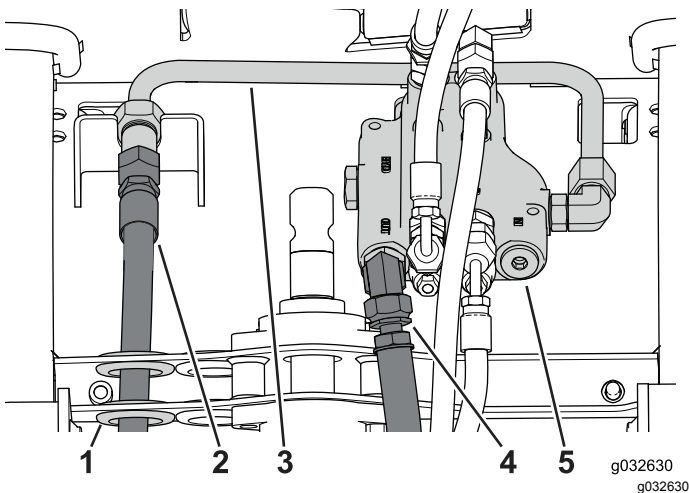

図 106
1. コントロールバルブの下に適切な受け容器を置く **図 106**。
2. チューブコネクタからの給液ホースを外して貫通穴から抜き出す **図 106**。
3. 制御バルブから戻りホースを外す **図 106**。